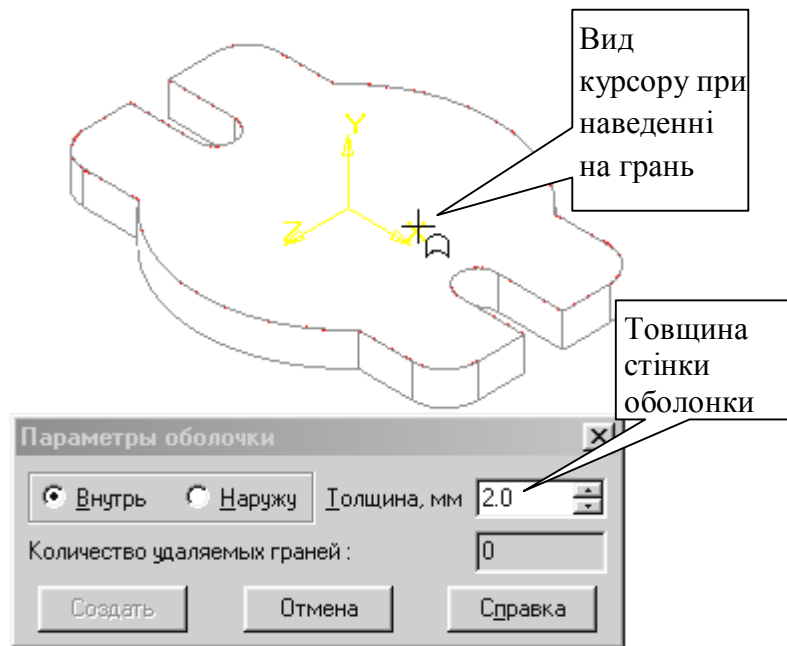

Рис. 5.20.
16. Встановіть товщину стінки 2 мм. На запит системи *Вкажіть грань* підведіть курсор до горизонтальної площини, курсор змінить свій вигляд (такий вид курсор приймає при наведенні на грань). Натисніть ліву кнопку миші, рис. 5.20.